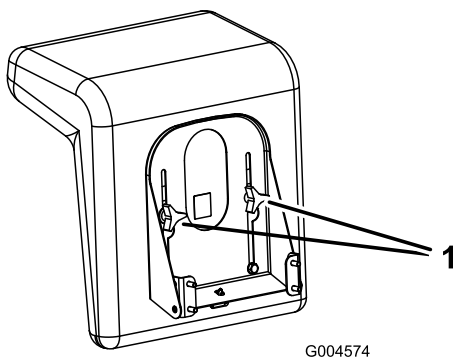

Bild 9
1. Klappen Sie den Sitz hoch und lösen Sie die Einstellhandräder (Bild 9).